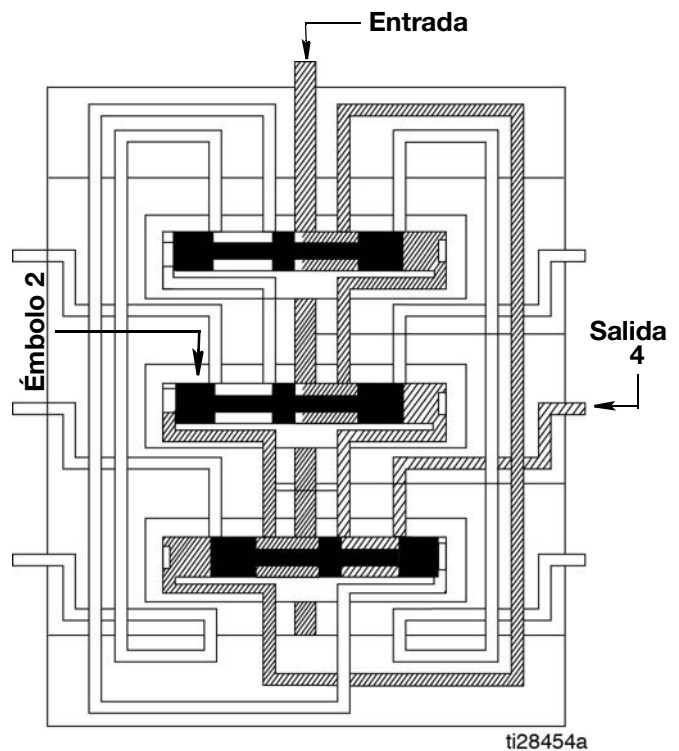

FIG. 11
2. El émbolo 2 se abre, dejando pasar lubricante hasta la salida 4 (FIG. 11).